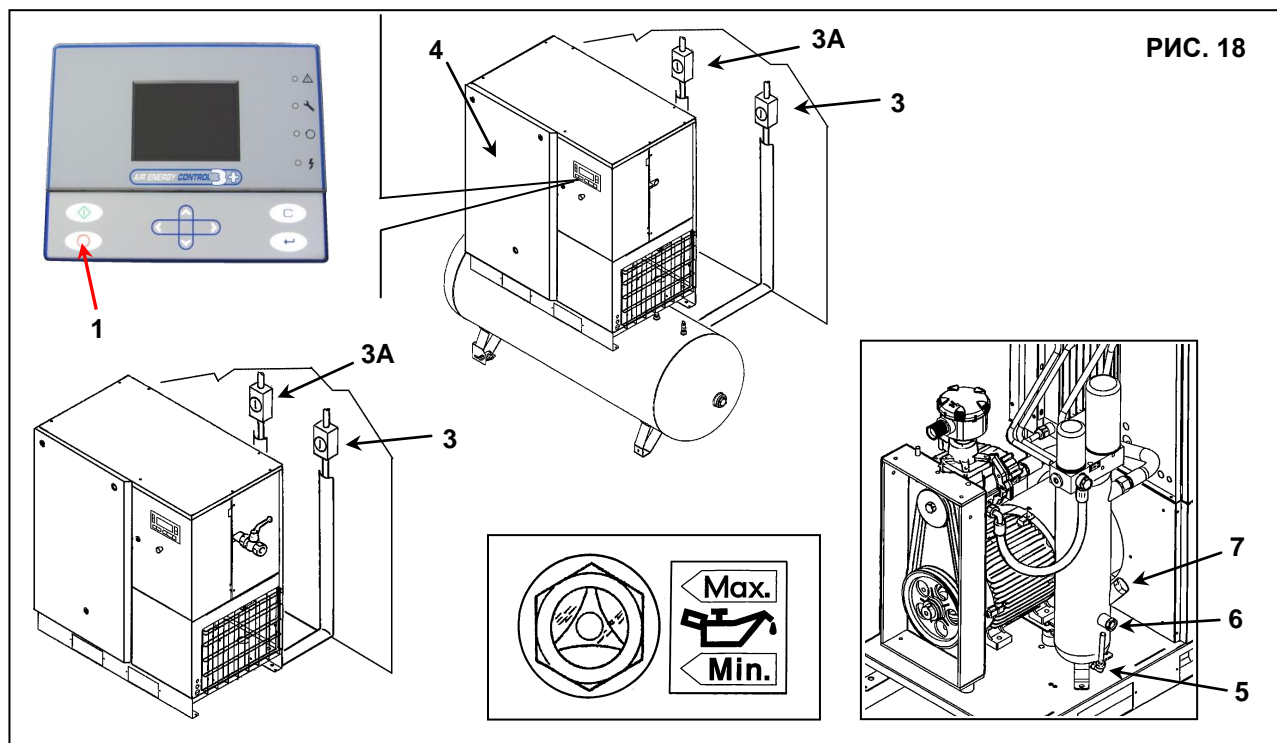

РИС. 18
- Выключите машину кнопкой (поз. 1, Рис. 18): при этом машина остановится через 45 секунд работы на холостом ходу.
- Отключить подачу питания с помощью рубильника поз. 3 рис. 18 (для винтового компрессора) и поз. 3А рис. 18 (для осушителя, если имеется).
- Снимите панели (поз. 4, Рис. 18) прилагаемым ключом.
- МЕДЛЕННО поверните краник (поз. 5, Рис. 18) и дайте конденсату стечь.
- Проверьте уровень масла по указателю (поз. 6, Рис. 18).
- Проверьте уровень масла по указателю (поз. 6, Рис. 18)
- Откройте переднюю панель (поз. 4, Рис. 18) специальным ключом.
- Медленно откройте масляную пробку (поз. 7, Рис. 18).
- Добавьте масло того же типа, которое залито в компрессор, до максимального уровня согласно поз. 6, Рис. 18.
- Выключите заглушку масляного бака (поз. 7, Рис. 18).
- Закройте панель (поз. 4, рис. 18).
- Выключите машину кнопкой, поз. 1 Рис. 18: при этом машина остановится через 45 секунд работы на холостом ходу.